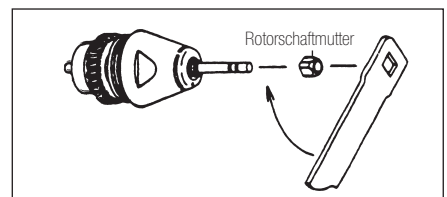

Abb.15
- 3) Zum Schluss die Rotorschacht-Mutter über den Testbohrer aufsetzen und mit einem Schraubenschlüssel fest anziehen, während der Rotor festgehalten wird (Abb. 15).